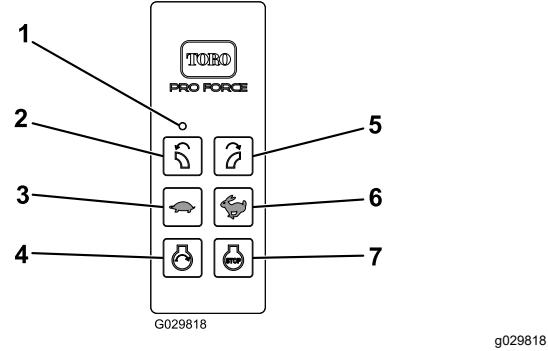

Figure 9
La LED indique la communication entre la télécommande portable et le module de commande sans fil (Figure 9).
Appuyez sur le bouton d'ARRÊT DU MOTEUR pour couper le moteur (Figure 9).
Après avoir préparé la machine pour le démarrage à distance, appuyez sur le bouton de DÉMARRAGE DU MOTEUR pour démarrer le moteur (Figure 9). Pour la séquence de démarrage, voir Fonctionnement du moteur \(page 20\).
Appuyez sur le bouton de ROTATION À GAUCHE ou de ROTATION À DROITE pour faire tourner l'embout du souffleur dans la direction voulue (Figure 9).
- Appuyez sur le bouton de HAUSSE DU RÉGIME MOTEUR (icône du lièvre) pour augmenter le régime du moteur (Figure 9).